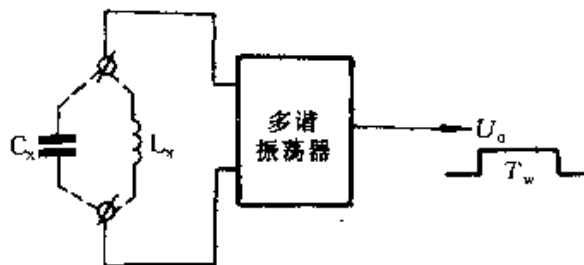

图4-54
② 测电容、电感时, IC_2 与被测电容 C_x 或被测电感 L_x 构成多谐振荡器,其输出脉宽与 C_x 或 L_x 的值成比例关系。用该多谐振荡器的输出信号取代秒脉冲信号,形成与 C_x 或 L_x 相关的EN、LE、R等新的闸门脉冲,去对 IC_{2-3} 、 IC_{3-4} 产生的100kHz标准脉冲计数,即可直接显示出 C_x 或 L_x 的值,如图4-54所示。